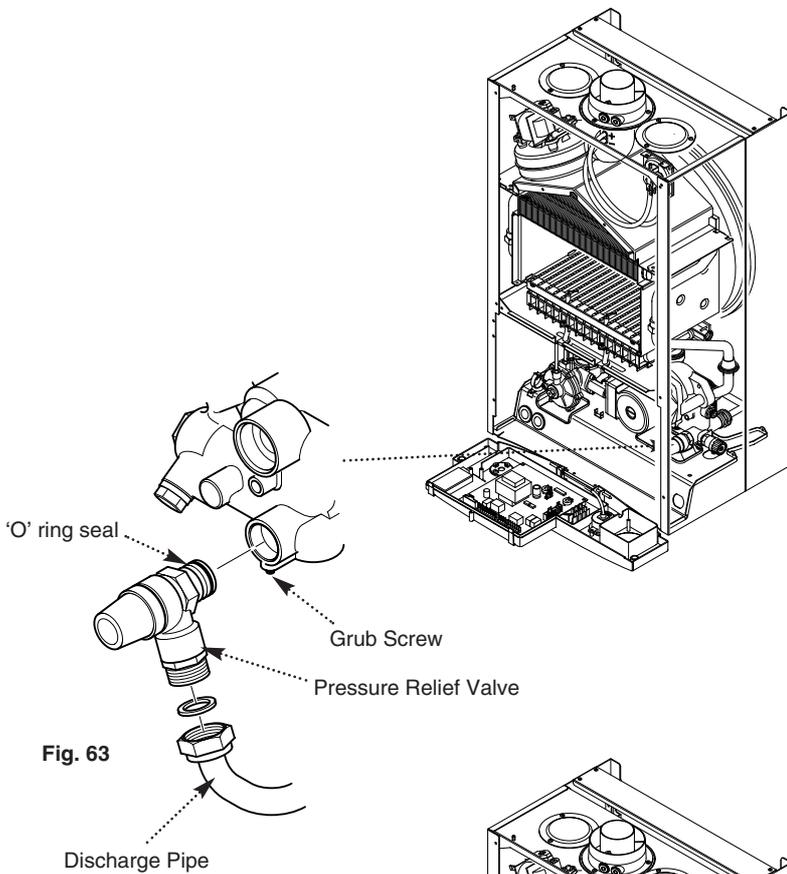

Fig. 63
12.18 Pressure Relief Valve (Fig. 63)